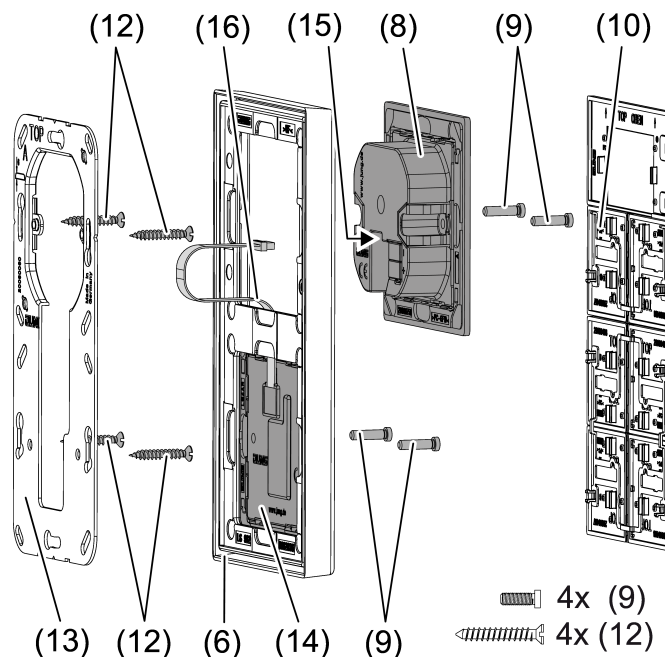

Bild 3: Montage mit Tastsensor-Erweiterungsmodul
Bei Verwendung des Tastsensor-Erweiterungsmoduls (siehe Bild 3): Bevorzugte Montage senkrecht. Großen Tragring (13) verwenden. Bei Montage auf nur einer UP-Dose die unteren Schrauben in der Wand versenken, z. B. mit Bohrung $\varnothing 6 \times 10$ mm. Tragring als Schablone verwenden.
- Tragring (5) bzw. (13) lagerichtig auf eine Gerätedose montieren. Kennzeichnung **TOP** = oben beachten; Kennzeichnung **A** oder **B** vorne. Ausschließlich die beiliegenden Dosenschrauben (12) verwenden.
- Rahmen (6) auf Tragring stecken.
- Tastsensor-Erweiterungsmodul (14) vorzugsweise unterhalb montieren. Anschlussleitung (16) zwischen Tragring und Zwischensteg führen.
- Tastsensor-Erweiterungsmodul: Anschlussleitung (16) lagerichtig in Steckplatz (15) im Regler-Modul einsetzen. Anschlussleitung nicht quetschen (siehe Bild 3).
- Regler-Modul (8) mit KNX-Anschlussklemme (11) an den KNX anschließen und auf den Tragring stecken.
- Regler-Modul (8) und Tastsensor-Erweiterungsmodul (12) mit beiliegenden Kunststoffschrauben (8) am Tragring befestigen. Die Kunststoffschrauben nur leicht anziehen.
- Vor Montage der Bedienflächen (10) die physikalische Adresse in das Gerät laden (siehe Kapitel 5.2. Inbetriebnahme).